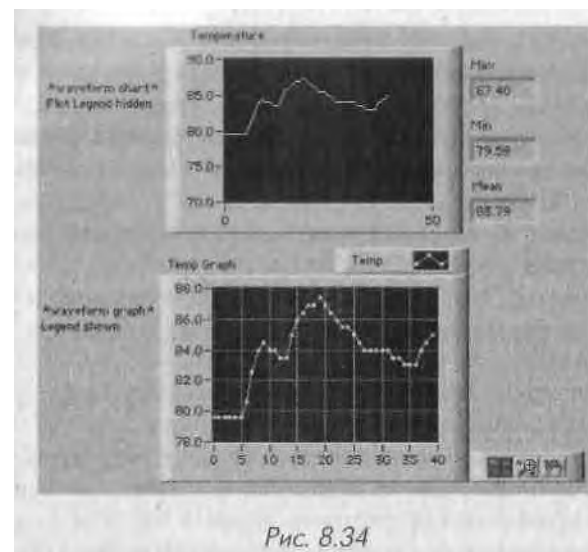

Рис. 8.34
1. Откройте новую лицевую панель и создайте виртуальный прибор, как показано на рис. 8.34.